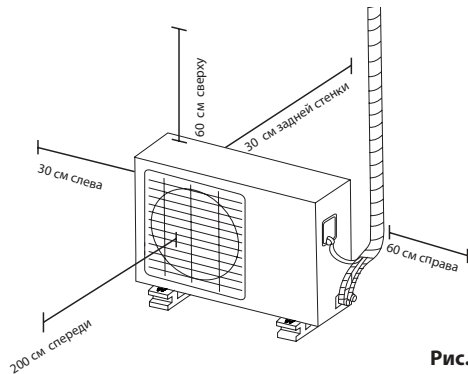

Рис. 4.1
- Соответствие всем требованиям по размерам, указанным в Требованиях к установочному пространству (**рис. 4.1**)